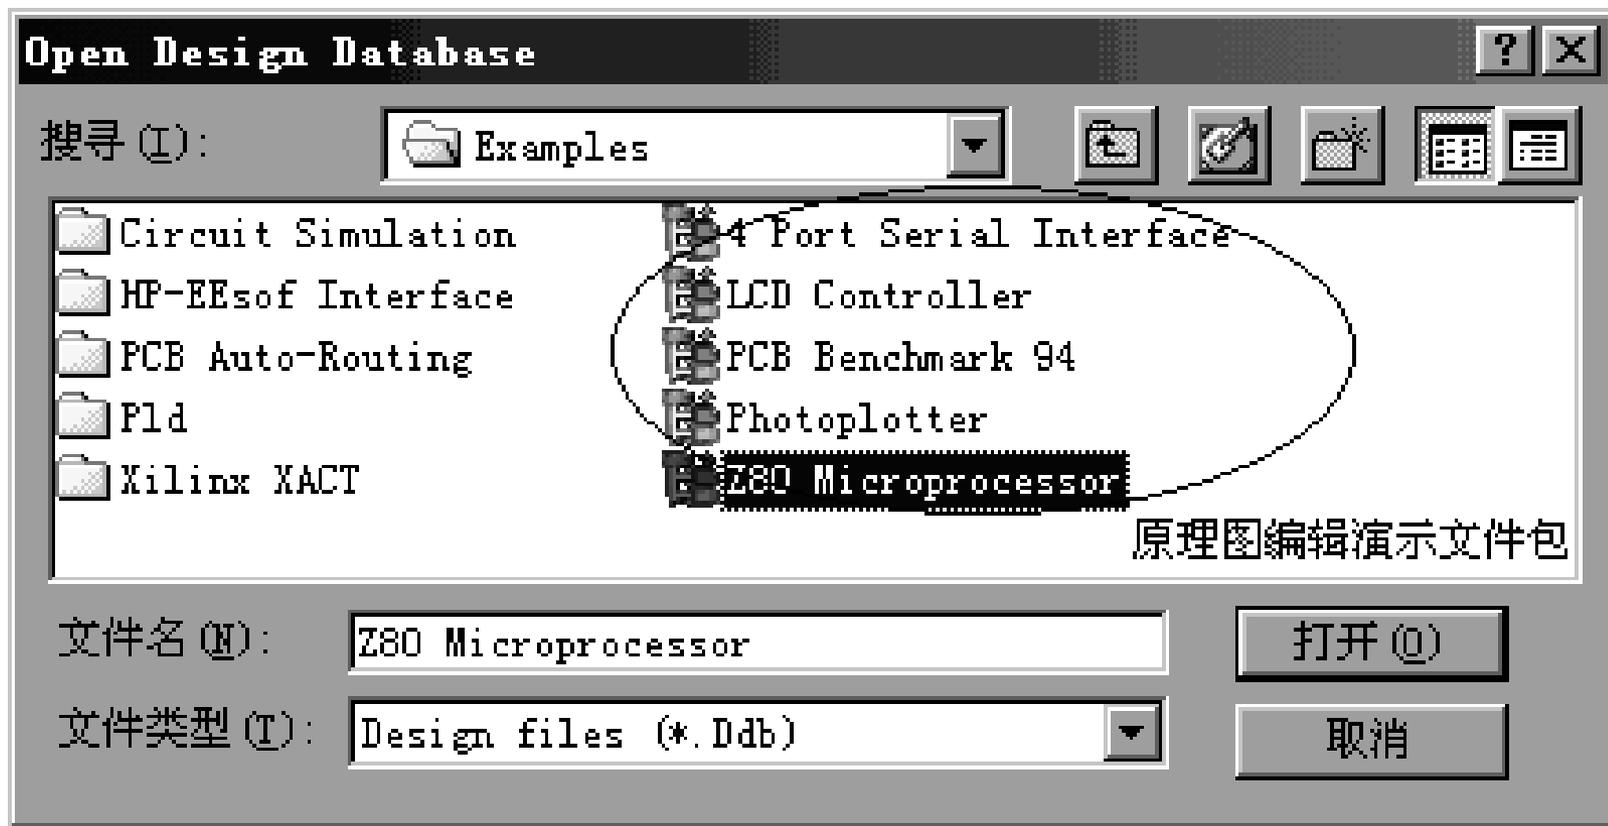

图3-1 打开设计数据文件包窗口
(1) 单击主工具栏内的“打开”工具（或执行“File”菜单下的“Open...”命令）。
(2) 在如图3-1所示的打开设计数据文件包窗口内，选择并打开C:\Program Files\Design Explorer 99\Examples 目录下的Z80 Microprocessor .ddb文件，在“文件管理器”窗口内，单击Z80 Microprocessor.ddb设计数据文件包及其子目录前的小方块，显示设计数据文件包内